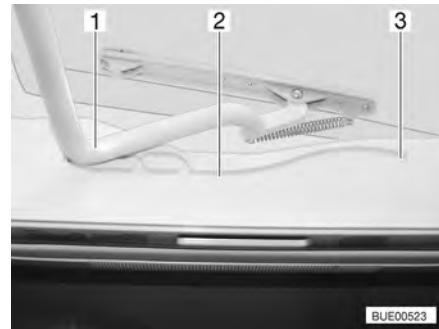

Bild 61 Heki-taklucka, spår
- Dra in bygeln (Bild 61,1) i spåren (Bild 61,2) till den bakersta positionen (Bild 61,3).
- Tryck bygeln (Bild 61,1) lätt uppåt med båda händerna.
- Drag bygeln till önskad position i spåret (Bild 61,2).